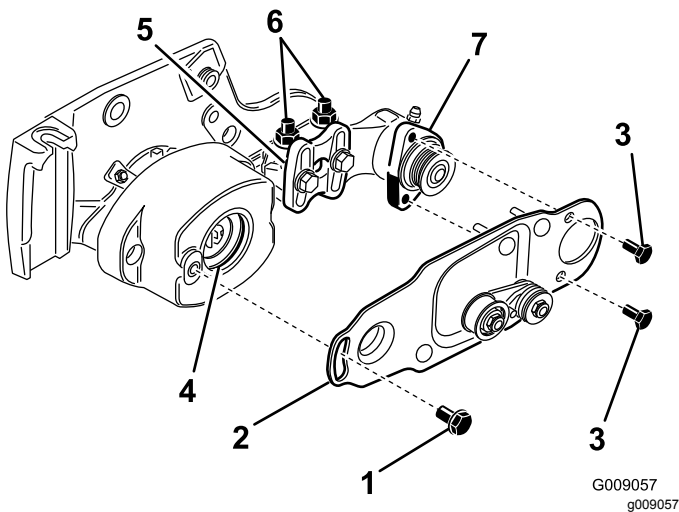

図 11
10. ベアリングハウジングのグロメットの内側にグリスを塗る 図 11。
11. ローラブラシベアリングハウジングをローラブラシ取り付けブラケットに固定しているボルトをゆるめる 但し外さないこと 図 11。
12. ローラブラシピボットプレートを取り付ける 図 11。
13. 5/16 x 5/8 in ボルト2本に 243 ロクタイト青を塗り、これを使ってブラシプレートをローラブラシベアリングハウジングに取り付ける 図 11。
- ローラブラシ取り付けブラケットをカッティングユニットのサイドプレートに固定しているフランジナット2個をゆるめる 図 11。
- ブラシプレートがカッティングユニットのサイドプレートに平行になるまでローラブラシベアリングハウジングを回転させる 図 11。
- ローラブラシ取り付けブラケットをカッティングユニットのサイドプレートに固定しているフランジナット2個を締め込む 図 11。
- ショルダボルトにロックタイト243青を塗布する 図 11。ショルダボルトを使って、ブラシプレートをローラブラシハウジングに取り付ける 図 11。